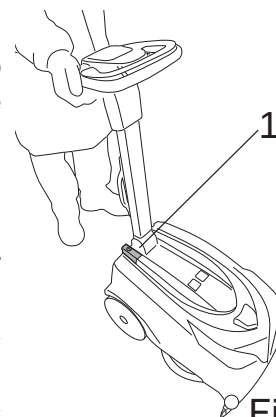

Fig.10
- Accendere la macchina premendo l'interruttore generale (Fig.10-Rif.1).